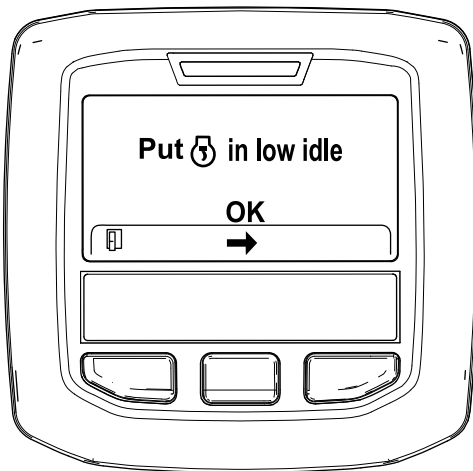

Figura 52
6. Mova o controle da aceleração para RALENTI BAIXO e prima o botão central (Figura 52).